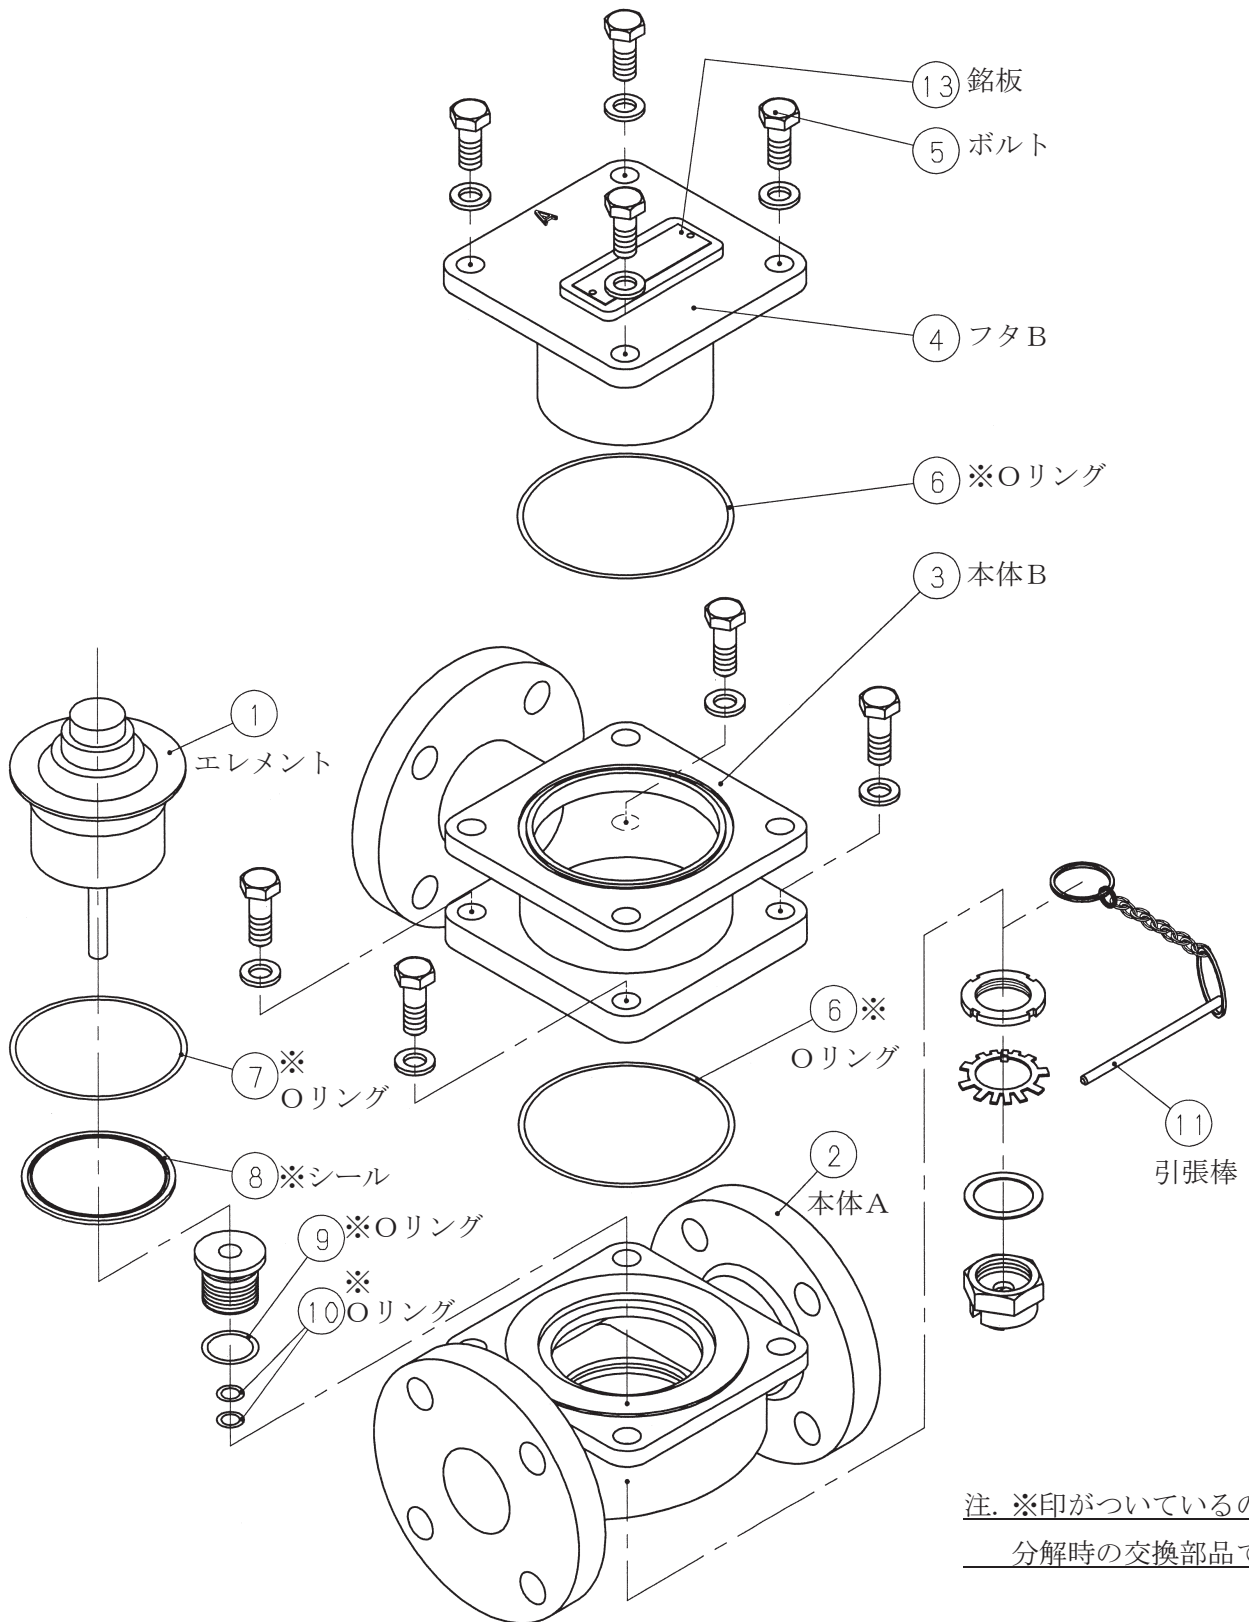

図6 分解・組立図
- (1) 交換する部品については図 6 を参照ください。
- (2) Oリングには組立時、組立補助材としてプラスティーループ NO. 3 を塗布してください。
- (3) 交換部品は原則として分解時交換してください。